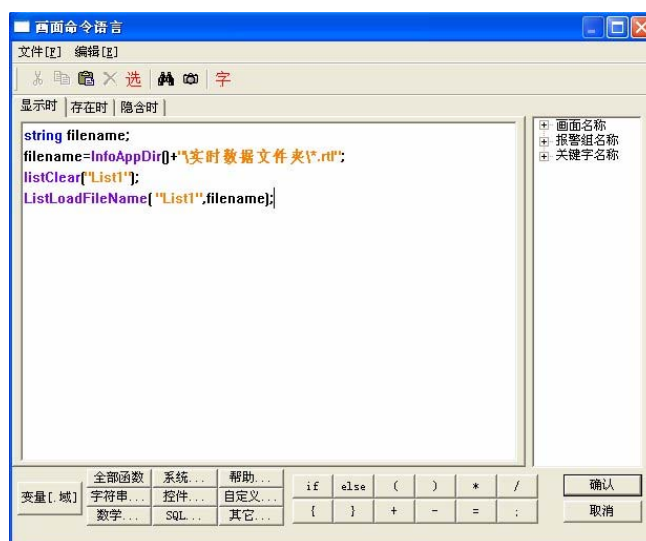

图 8-15
- 6、在画面中单击鼠标右键，在画面属性的命令语言中输入如下命令语言，如图 8-15 所示：